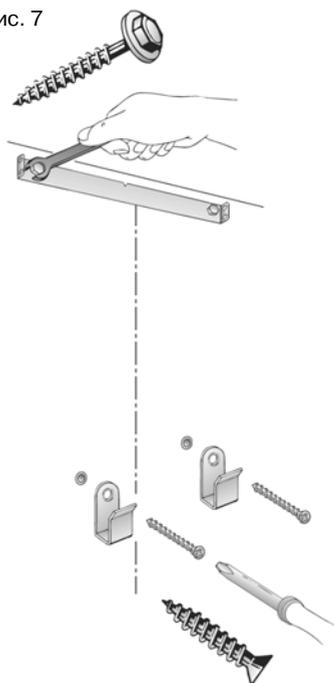

Рис. 8
6. Подвесьте вытяжку и выровняйте ее по высоте и горизонтали с помощью регулировочных винтов (рис. 8).